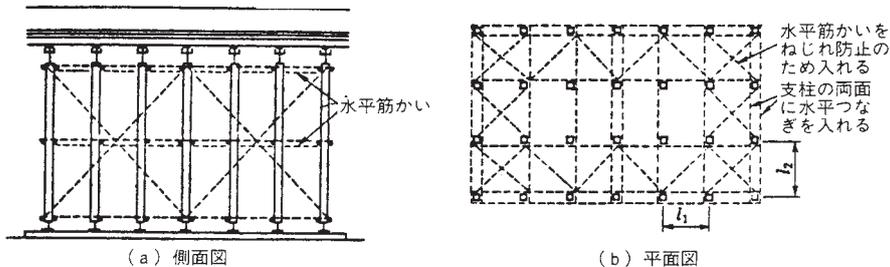

図1-2
平坦な厚い床板を受ける場合、図1-2(b)のように縦横方向に l_1 、 l_2 の等間隔に支柱を配列する。
- 支柱頭部に水平力が生じ、支保工全体のねじれを防止するため支柱頭部と中間部に水平筋かいを有効に設ける。〔図1-2(b)〕。
(2) 独立柱の回りに配置する場合